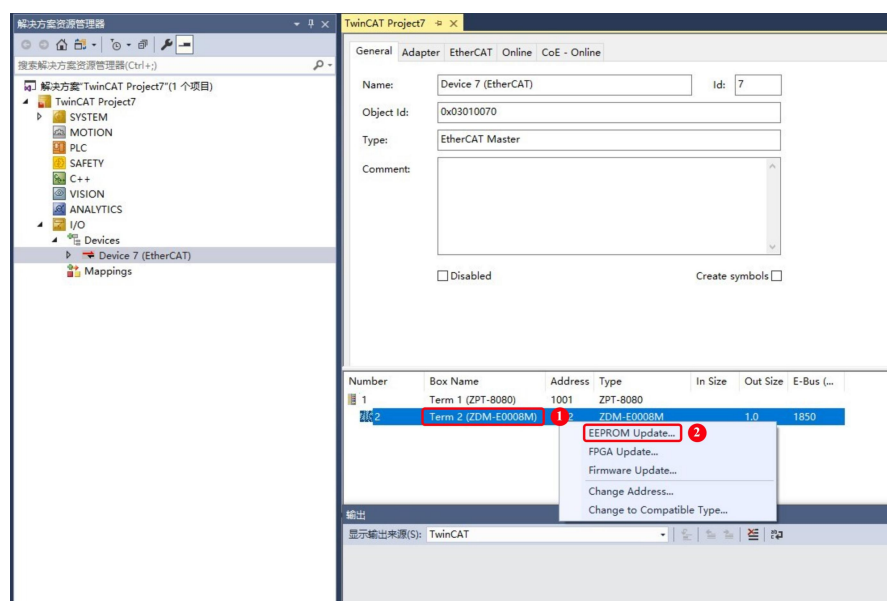

图 7.2 选择设备更新 EEPROM
2. 打开 TwinCAT, 点击扫描设备, 扫描完成后选择扫描出来的 Device 设备, 在 General 栏选择需要烧录 EEPROM 的从站设备, 鼠标右击, 点击 EEPROM Update..., 如图 7.2 所示。